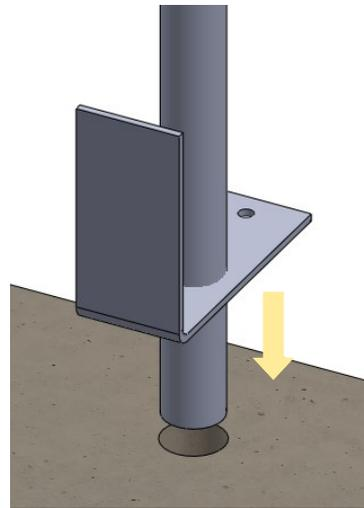

fig. 8
- Compléter l'assemblage du système de protection temporaire en insérant dans les supports appropriés les tubes et les planches en bois de sapin ou autre bois (classe C16, selon UNI EN 338. Voir fig. 8, page 9), ou avec d'autres profilés métalliques capables de supporter les charges requises par la norme UNI EN 13374.